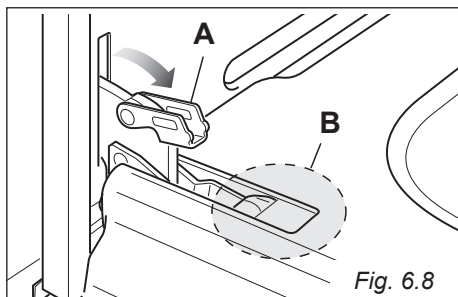
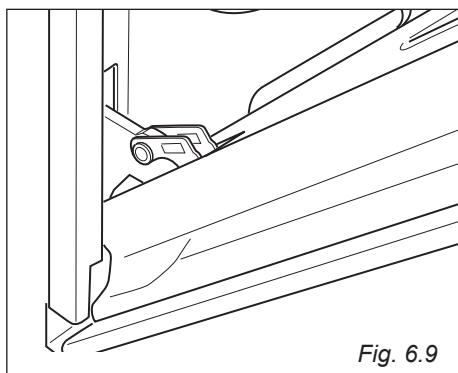

Fig. 6.8
Fig. 6.9
- Aprire completamente la leva "A" delle cerniere destra e sinistra (fig. 6.8).
- Socchiudere dolcemente la porta (fig. 6.9) fino a quando le leve "A" delle cerniere destra e sinistra si agganciano alla parte "B" della porta (fig. 6.8).